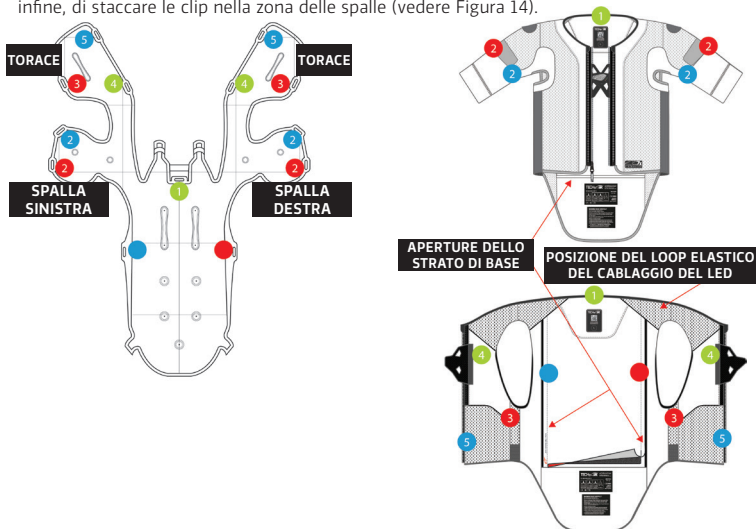

Figura 14: Posizione delle clip di collegamento sull'Airbag (a sinistra) e sullo strato di base del Sistema (1) (a destra)
1. Staccare l'Airbag. Accedere all'Airbag attraverso le aperture interne (7) mostrate nella Figura 6 e procedere all'apertura di tutte le clip di collegamento disposte come mostrato nella Figura 14. Ogni clip ha un colore e un numero per aiutare l'utente a montare correttamente l'Airbag. Ogni clip ha un colore e un numero per aiutare l'utente nel montaggio corretto. Il Sistema dispone di un totale di 11 clip di connessione: 2 clip sulla spalla sinistra (#2 blu - #2 rosso), 2 clip sulla spalla destra (#2 blu - #2 rosso), 3 clip sul lato sinistro del torace (#3 rosso - #4 verde - #5 blu), 3 clip sul lato destro del torace (#3 rosso - #4 verde - #5 blu) e 3 clip per la schiena (#1 verde - #1 blu - #1 rosso). Si consiglia all'utente di staccare le clip iniziando da quelle situate nella zona della schiena, quindi di staccare le clip nella zona del torace e, infine, di staccare le clip nella zona delle spalle (vedere Figura 14).
1. Fissare l'Airbag. Inserire l'Airbag nello strato base (1) facendolo passare attraverso l'apertura presente all'interno del paraschiena (5) e guidandolo delicatamente attraverso l'apertura. Posizionare ora l'alloggiamento dei gonfiatori a gas (13) all'interno dell'unità di controllo dell'Airbag (6). Ruotare il Sistema in modo che il paraschiena (5) sia rivolto verso il basso. Inserire ogni area protettiva dell'Airbag nelle tasche corrispondenti situate sulla schiena, sulle spalle e sul torace, assicurandosi di utilizzare tutte le aperture presenti sullo strato di base (1), come illustrato nella Figura 6. Assicurarsi di evitare di torcere o piegare tutte le sezioni dell'Airbag. Fissare l'Airbag allo strato di base (1) ricollegando 10 delle 11 clip di connessione mostrate nella Figura 14, ad eccezione della clip di connessione (#1 verde) che si trova nella parte superiore della schiena.
1. Inserire i componenti elettronici. Una volta riposizionato l'Airbag, posizionarlo con il paraschiena (5) rivolta verso l'alto, in modo da poter inserire i componenti elettronici e il relativo cablaggio attraverso l'apertura presente all'interno del paraschiena (5). Con il Sistema posizionato con il flap frontale (3) rivolta verso l'alto, accedere all'area interna dell'indumento e al cablaggio nella parte superiore della schiena. Riposizionare i sensori periferici nelle rispettive tasche in velcro, facendo attenzione a far coincidere il colore del sensore con quello indicato sull'etichetta, e chiudere saldamente il velcro. Infine, riposizionare il LED display (2) facendolo passare con cautela attraverso l'occhiello elastico situato nella zona della spalla sinistra, come indicato nella Figura 14, quindi far passare il cablaggio attraverso la zona del torace sinistro fino all'apertura vicino al flap frontale (3). Infine, inserire il LED display (2) all'interno del flap frontale (3) e chiudere saldamente il velcro. Chiudere l'ultima clip di collegamento dell'Airbag (#1 verde) nella parte superiore della schiena e verificare che l'Airbag sia ben posizionato e senza pieghe o parti contorte. È possibile effettuare questo controllo muovendo delicatamente la mano su tutte le sezioni dell'Airbag. Accertarsi inoltre che TUTTI i cavi non siano tirati in nessun punto. Ora, accertarsi di chiudere tutte le aperture interne come indicato nella Figura 6.
2. Chiudere l'unità di controllo Airbag e controllare il Sistema. Girare il Sistema con il paraschiena (5) rivolto verso l'alto. Verificare che l'alloggiamento dei gonfiatori a gas (13) sia fissato saldamente e che tutti i componenti siano correttamente in posizione. Ora è possibile reinserire il coperchio (12) e verificare che sia ben chiuso. Infine, verificare che il Sistema sia perfettamente funzionante chiudendo il flap frontale del Sistema (3) e controllando la sequenza di LED riportata nella Sezione 13.